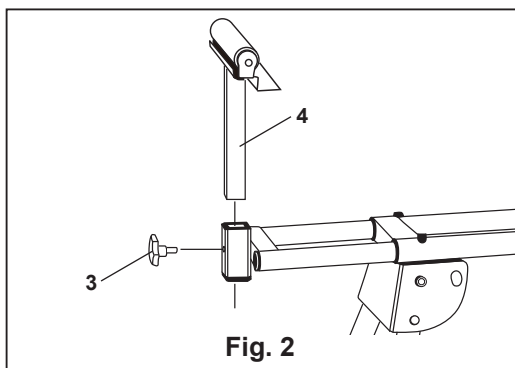

Fig. 2
1. Deslize o carril do suporte da peça de trabalho (4) pela parte superior do encaixe de montagem do suporte da peça de trabalho.
2. Coloque o manipulador de ajuste da altura (3) no orifício pequeno ao lado do encaixe de montagem do suporte da peça de trabalho e aperte-o para fixá-lo. (Ver Fig. 2)